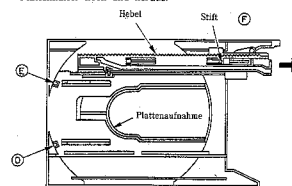

Abb. 4
(3) Austausch des Plattenhalters (Abb. 4)
Nach dem Ausbau der Plattenlade, entfernen Sie die Stifte (f) und (g) von der Plattenaufnahme (Abb. 4). Danach nehmen Sie den Plattenhalter hoch und heraus.
(4) Austausch der Zahnstangen (Abb. 4)
Bringen Sie die Zahnstangen in die Lage, wie in Abb. 4 gezeigt. Heben Sie die Schienenhalter (h) mit einem flachen Schraubenzieher etwa 1 mm ab und entfernen Sie den Träger in Pfeilrichtung.